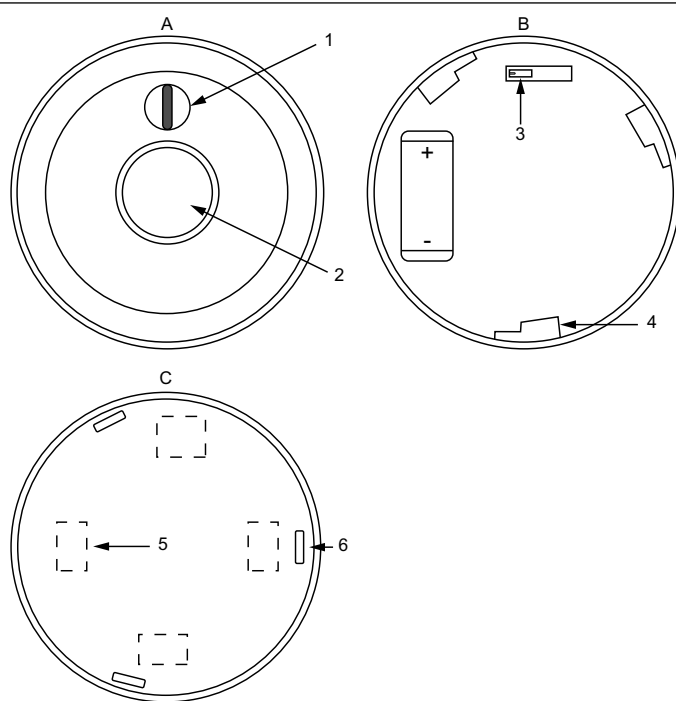

Bild 2 A = Gerät, Vorderseite, B = Gerät, Rückseite, C = Sockel
- Die Öffnungen an der Innenseite des Sockels herausbrechen. Siehe *Bild 2*